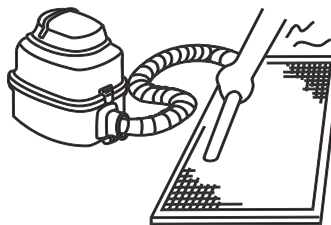

Figura 14.2
- a. La sección de entrada de aire debe estar hacia arriba cuando se utiliza una aspiradora. (Consulte la Figura 14.2)